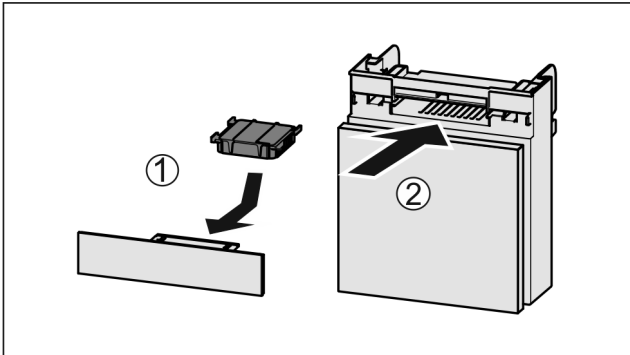

Fig. 43
- Inserire il vano Fig. 43 (2).